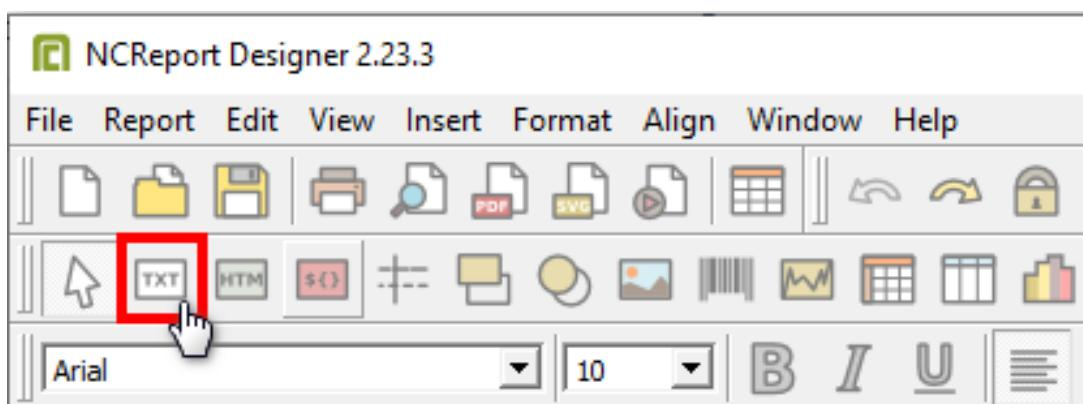

Рисунок 323 - Инструмент Label
- Выберите инструмент Label (Рисунок 323).